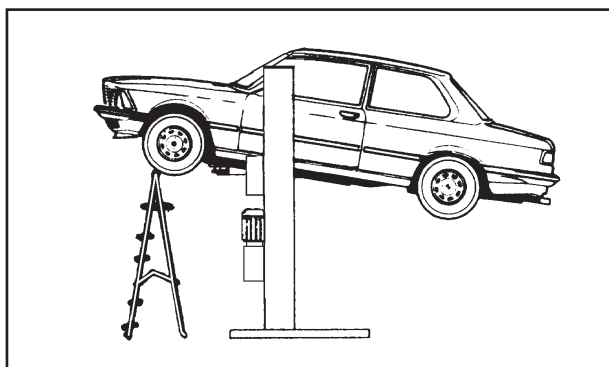

Fig.25
**NON LASCIARE OGGETTI APPOGGIATI ALLE COLONNE O NELLA ZONA DI DISCESA DELLE PARTI MOBILI** in quanto si può avere il blocco della discesa, o la caduta del veicolo (fig.25).
**NEVER LEAN OBJECTS AGAINST THE POSTS OR LEAVE THEM IN THE AREA WHERE MOVING PARTS ARE LOWERED;** this could hamper lowering or cause the vehicle to fall from the rack (fig.25).